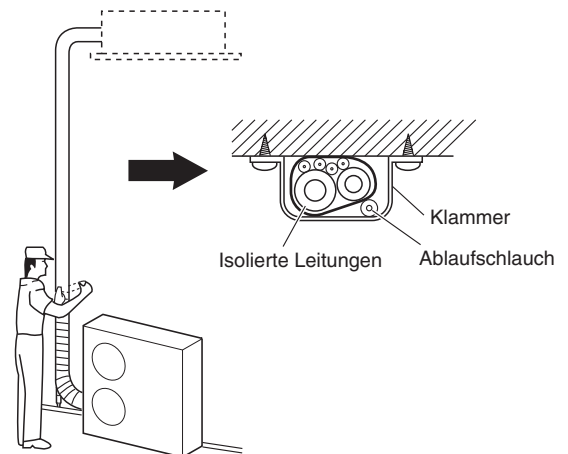

Abb. 5-8
- (1) Die Kühlmittleitungen (und die elektrischen Kabel, falls die örtlichen Vorschriften dies erlauben) sollten mit Bewehrungsband in einem Bündel zusammengelegt werden. Um zu verhindern, dass durch Kondensationsbildung die Ablaufwanne überläuft, muss der Ablaufschlauch von der Kühlmittleitung getrennt verlegt werden.
- (2) Das Bewehrungsband von der Unterseite des Außengeräts bis zum Ende der Leitung am Eingang zur Wand anbringen. Beim Umwickeln das Band jeweils um eine halbe Bandbreite überlappen.
- (3) Die gebündelten Leitungen an der Wand befestigen, wobei im Abstand von ungefähr einem Meter jeweils eine Halterung zu verwenden ist. (Abb. 5-8)